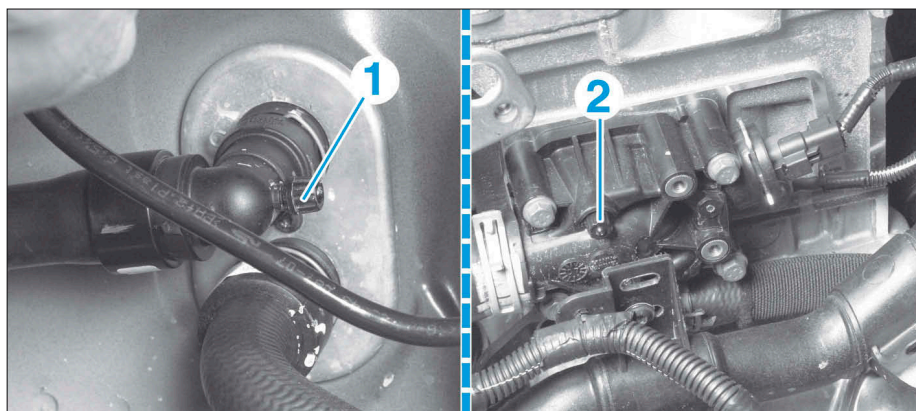

FIG. 11
- Ouvrir les vis de purge (1) et (2) (Fig.11).